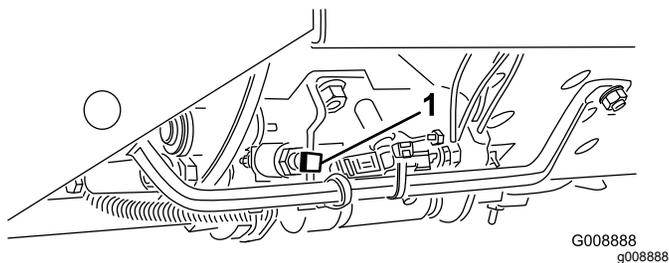

Figura 22
**Importante:** A velocidade de corte vem definida desde a fábrica e é de 9,7 km/h. Pode ser aumentada ou diminuída ajustando o parafuso da velocidade (Figura 22).